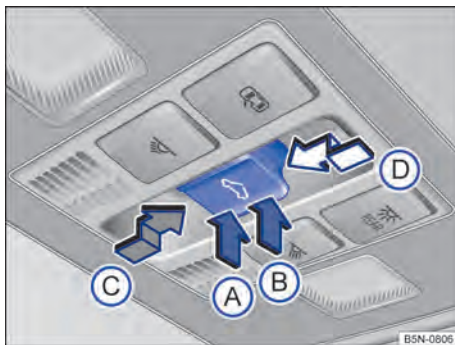

Fig. 87 No revestimento do teto: botão do teto de vidro.
- *Levantar o teto de vidro:* pressionar o botão → Fig. 87  até o primeiro nível. Curso automático: pressionar o botão → Fig. 87  até o segundo nível.
- *Fechar o teto de vidro levantado:* pressionar o botão → Fig. 87  até o primeiro nível. Curso automático: pressionar o botão → Fig. 87  até o segundo nível.
- *Parar o curso automático do procedimento de levantamento ou fechamento:* pressionar novamente o botão → Fig. 87  oder .
- *Abriu o teto de vidro:* pressionar o botão → Fig. 87  até o primeiro nível. Curso automático até a posição de conforto: pressionar o botão → Fig. 87  até o segundo nível.
- *Fechar o teto de vidro:* pressionar o botão → Fig. 87  até o primeiro nível. Curso automático: pressionar o botão → Fig. 87  até o segundo nível.
- *Parar o curso automático do procedimento de abertura ou fechamento:* pressionar novamente o botão → Fig. 87  ou .
- Pressionar o botão  até o segundo nível → Fig. 87 , até que o teto de vidro esteja totalmente fechado.